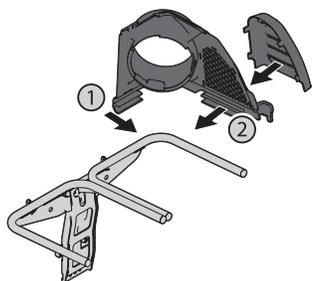

Figura 9
- Coloque a presión el soporte del canal plástico superior en su lugar primero cortando la porción lateral hacia el riel de soporte de la embolsadora (1) como se indica en la Figura 9.
- Calce a presión el lado delantero del soporte del canal al riel (2), como se muestra en la Figura 9.